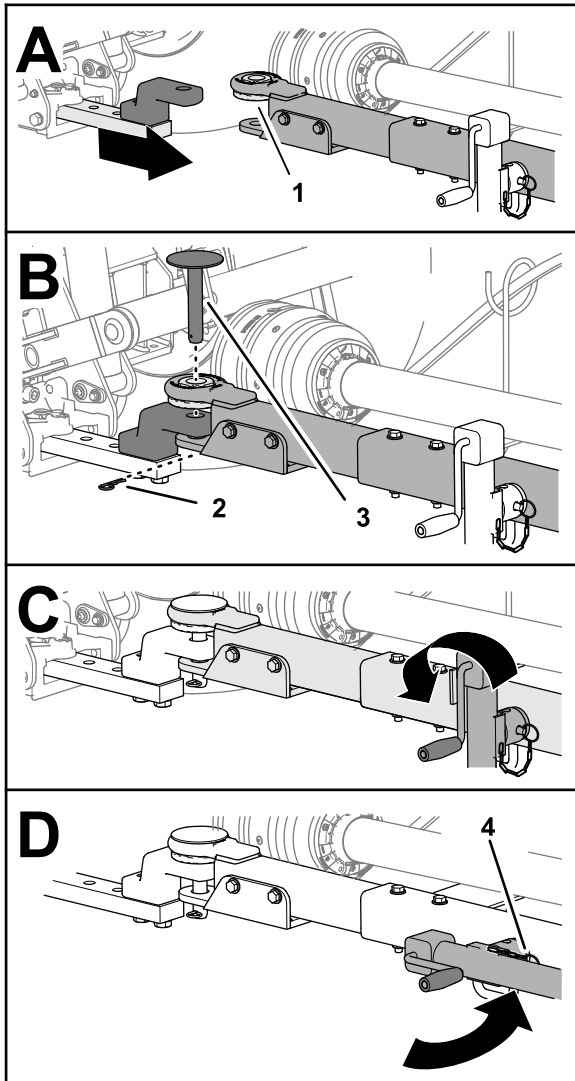

Рисунок 29
- Если на вашей газонокосилке установлена буксировочная штанга с пальцем, вставьте палец сцепного устройства в отверстия буксировочной штанги и тягового бруса и закрепите палец игольчатым шплинтом (Рисунок 29).
буксировочной штанге с помощью штифта (Рисунок 29).
6. Полностью поднимите домкрат (Рисунок 29).